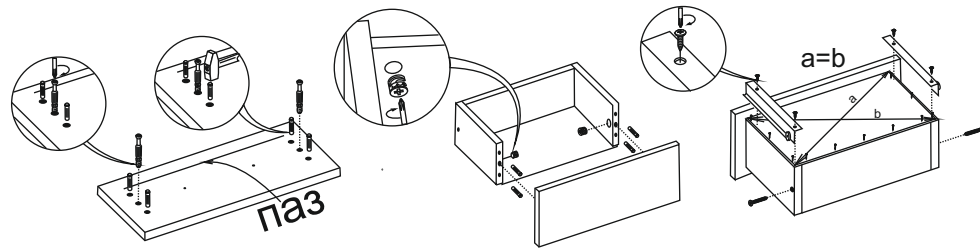

Рис.8
10. Далее следует собрать выдвижные ящики. Для этого необходимо прикрепить боковины ящика 11 к вязке ящика 13 с помощью евровинтов. Затем с помощью эксцентриков и шкантов к боковинам ящика 11 прикрепить накладку ящика 14. (рис. 8,9) Дно ящика ЛДВП 16 вставляется в паз на накладке 14, выравняется по боковинам 11, прибивается к вязке 13 гвоздями, предварительно выровнив диагонали ящика. Остается закрепить направляющие ящика на боковинах 11 с помощью шурупов 3,5x16 как показано на рис.8. Вставляем ящики в предварительно закрепленные на боковине 1а и перегородке 8а направляющие. Если сборка была проведена правильно - ящики вставляются легко с одинаковыми зазорами по бокам и сверху.